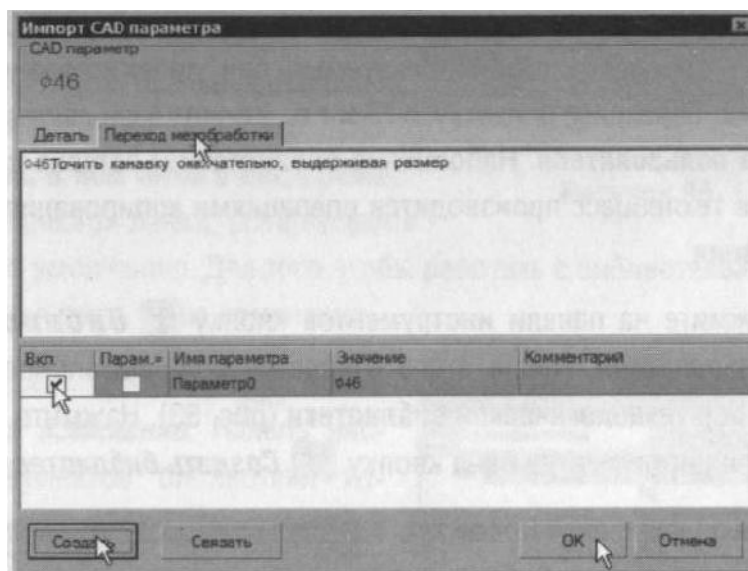

Рисунок 32
3. В открывшемся окне **Импорт CAD параметра** (рис. 32) перейдите на вкладку **Переход механообработки**. Нажмите кнопку **Создать** и поставьте галочку в ячейке **Вкл.** Нажмите кнопку **ОК**.